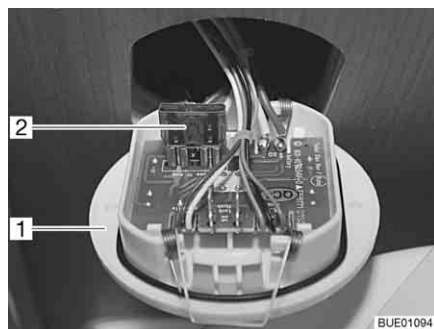

Bild 143 Toalettens säkring
- Lyft upp kontrollenheten för toaletten (Bild 143,1) med ett lämpligt verktyg och dra ut den från väggen.
- Byt säkring (Bild 143,2).